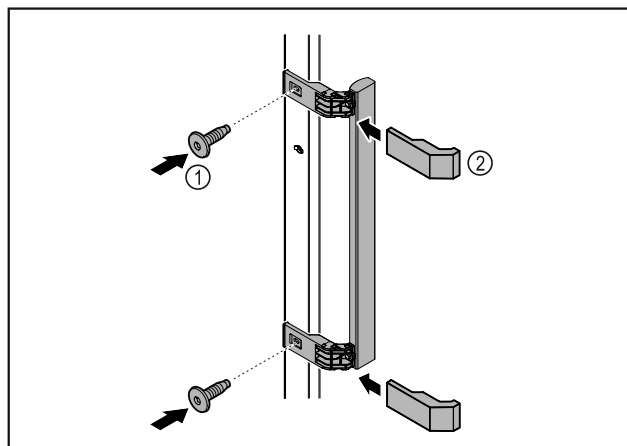

Fig. 3
- Fixer la poignée à la porte à l'aide des vis Fig. 3 (1) fournies.
- Poser les caches Fig. 3 (2).